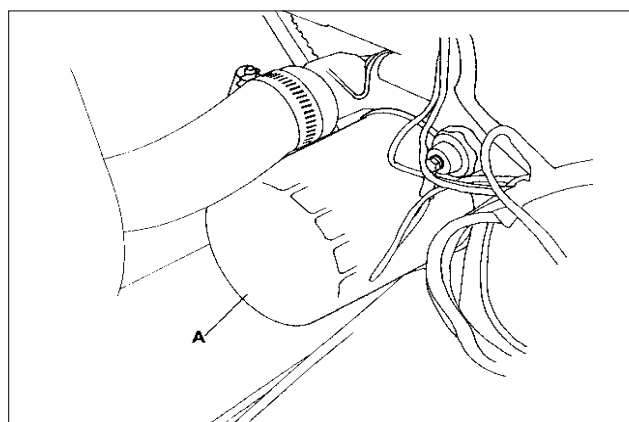

Fig.35
- (a) Remove the cartridge ( A Fig.35) using a filter wrench and discard complete.
- a. Schroef het patroon (A afb. 35) los met een filtertang en gooi het patroon weg.
- (a) Enlever la cartouche (A fig. 35) et la jeter